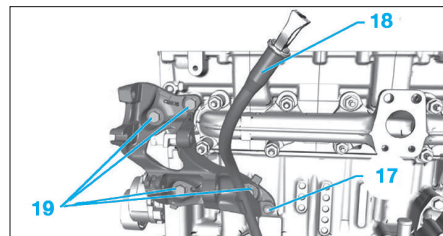

Fig. 79
- le boîtier doseur (9),
- l'échangeur thermique de recyclage des gaz d'échappement (10),
- la vanne EGR (11),
- la courroie d'accessoires (12),
- la courroie de distribution (13),
- la pompe de direction assistée (14) (voir chapitre "Direction"),
- le boîtier de sortie d'eau (15),
- les arbres à cames (16),
- le guide (17) de la jauge à huile (18) (Fig.79),
- les vis du support (19),